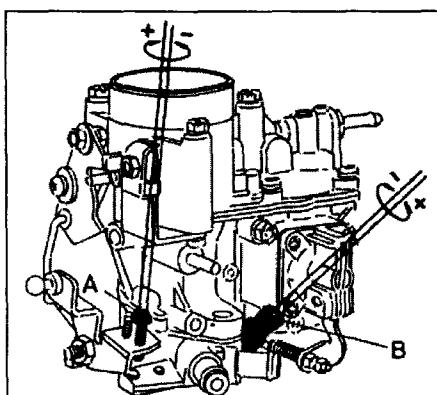

Рис. 4.3 Местоположение регулирующих винтов холостого хода
- 4 Установите необходимые обороты зигзага винтом "оборотов" (рис. 4.3).